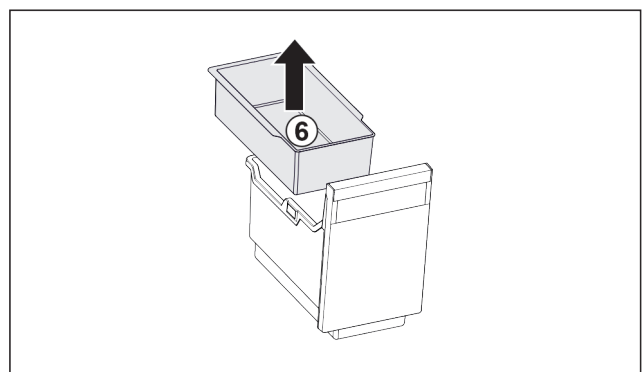

Fig. 90
- ▶ Einhängeschale Fig. 90 (6) entnehmen.